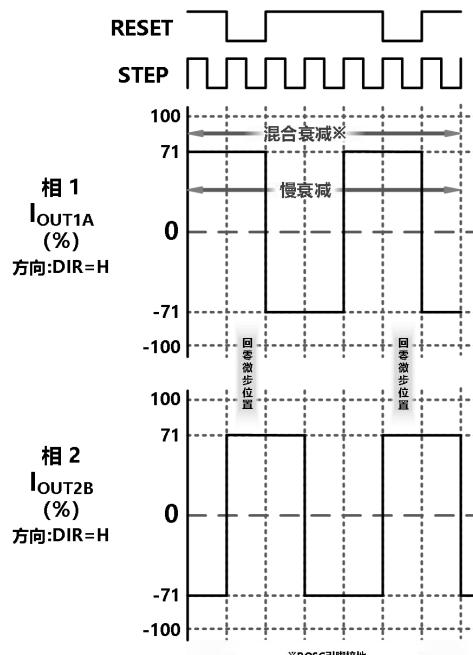

Figure 8. Decay Mode for Full-Step Increments
**混合衰减操作:** 当上电复位后正常工作时,根据 ROSC 的配置和步进顺序, H 桥工作于混合衰减模式,如图 8~11 所示。在混合衰减期间,当达到预定值时,ATD5988 初始进入快衰模式,快衰减时间占固定衰减时间 tOFF 的 31.25%。其后转为慢衰减直至固定衰减时间结束。时序框图在图 7 中呈现。